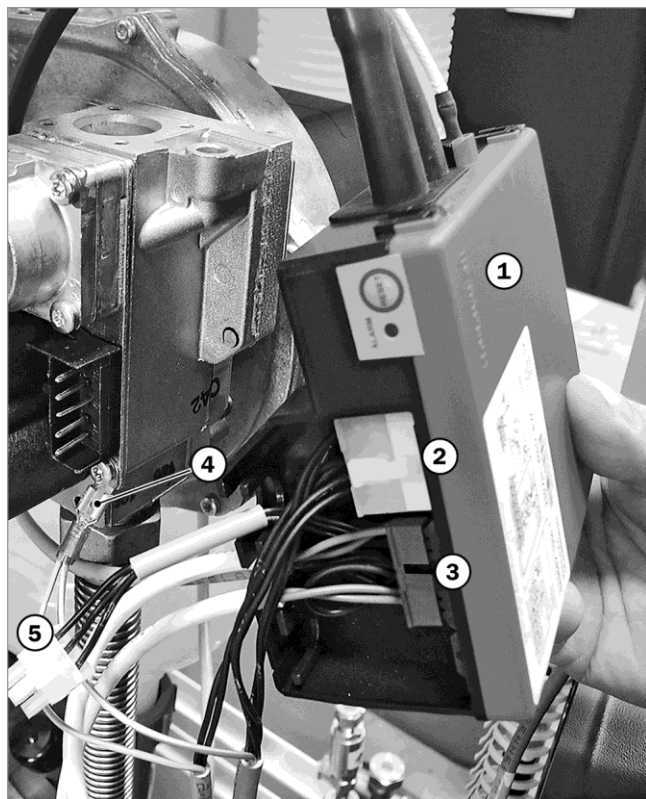

Abb. 21: Feuerungsautomat anschließen
1. Den eSTB am Stecker → Abb. 21 (5) des Brennerkabelbaumes aufstecken.